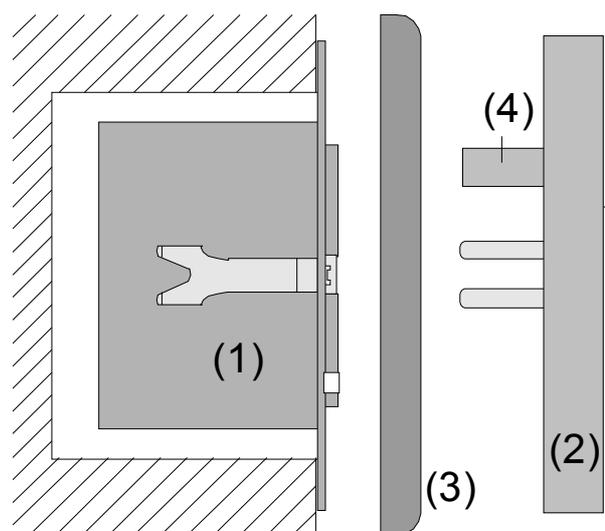

Bild 1:
Montieren Sie den System 2000 HLK-Relais-Einsatz (1) in einer Gerätedose nach DIN 49073 (Bild 1). Die Anschlussklemmen (Schraubklemmen) des Einsatzes müssen dabei unten liegen (bei Wandmontage).